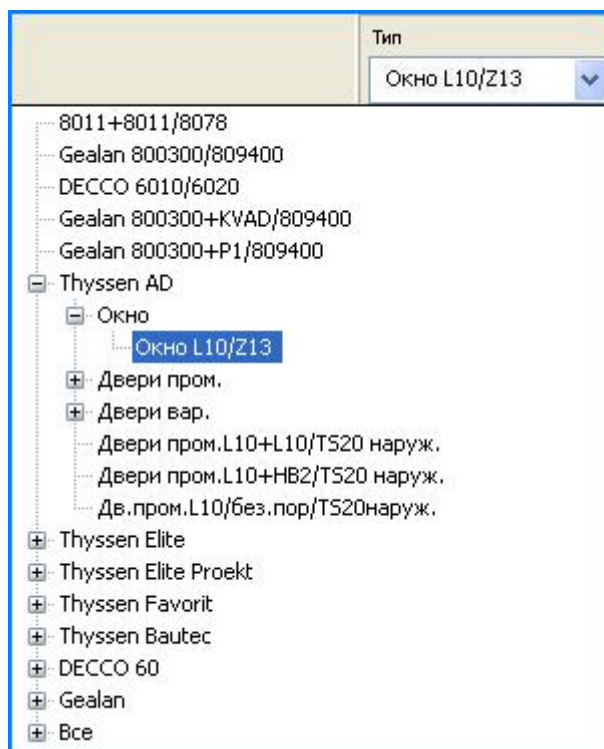

Рис. 40 Выбор типа
- Затем в **Окне состояния конструкции** (Рис. 40) выбрать (из разворачивающегося списка) соответствующий тип комбинации коробка/створка (если мы хотим сконструировать входные двери, следует выбрать тип конструкции дверей, т.е. рама/створка дверей).